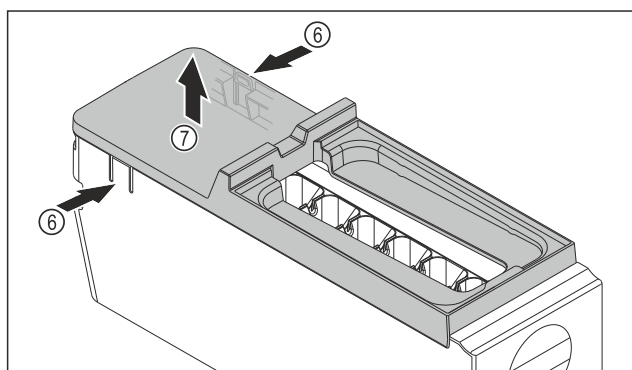

Fig. 145
- Wyjmowanie osłony korpusu EasyTwist-Ice: Docisnąć jedną ręką nakładki Fig. 145 (6) po obu stronach korpusu EasyTwist-Ice.
- Drugą ręką wyjąć osłonę Fig. 145 (7) ku górze.